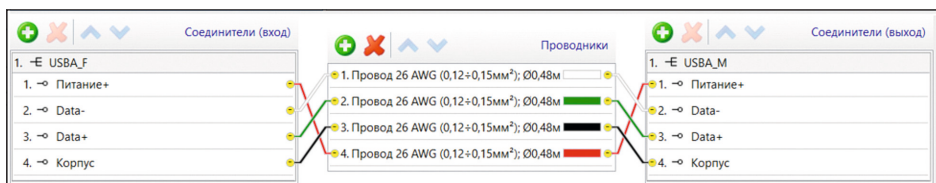

Рис. 7. Элемент библиотеки кабельных изделий
- в библиотеке кабельных изделий есть не только стандартные провода/кабели, но и кабельные изделия с соединителями в своем составе, что позволяет использовать в проекте стандартные покупные жгуты (HDMI, USB, VGA и т.д.) или жгуты, разработанные ранее и сохраненные как компоненты библиотеки (рис. 7).